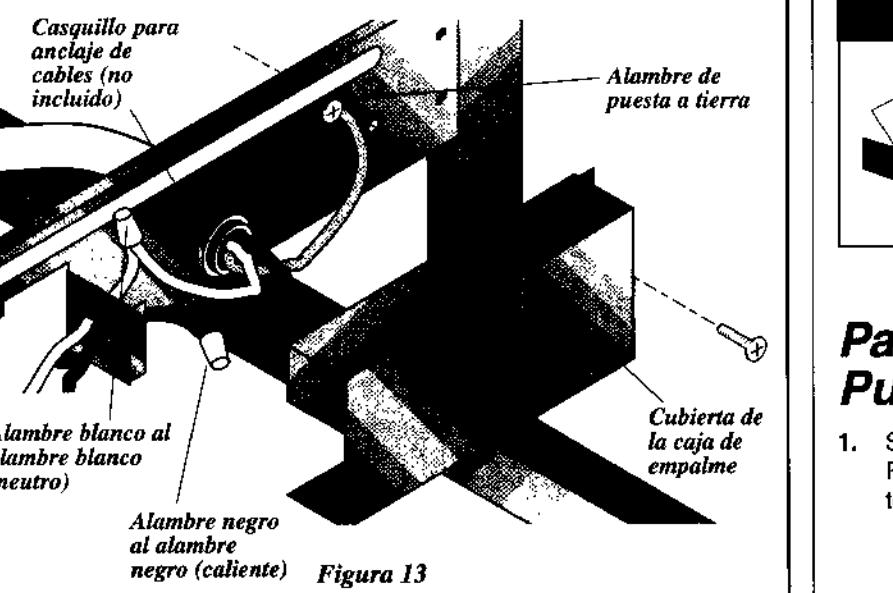

Figura 13
- Instale la tapa de la caja de empalme, instale el alambre de puesta a tierra, debajo de la cabeza del tornillo de puesta a tierra y apriete. Ver Figura 13.
- Vuelva a colocar la tapa de la caja de empalme. Ver Figura 13.